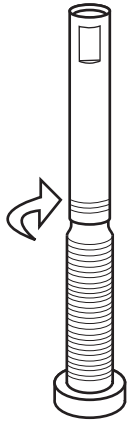

Figure 49. Vissez le prolongateur de valve en ligne sur la tige de valve.
3. Vissez le prolongateur de valve en ligne sur la tige de valve en le tournant dans les sens des aiguilles d'une montre (Figure 49).